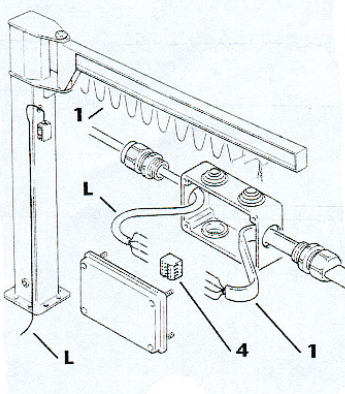

Fig.51
4. brancher aux bornes **4** figurant dans la boîte de dérivation le câble **L** (positionné au dessus de la colonne – voir 4.3.3 – Montage – rep. 2)-(fig. 51).